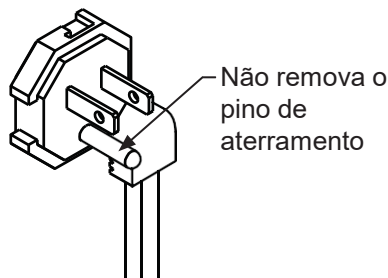

Figura 3.
- Não remova o pino de aterramento do cabo de alimentação. (Veja a Figura 3).